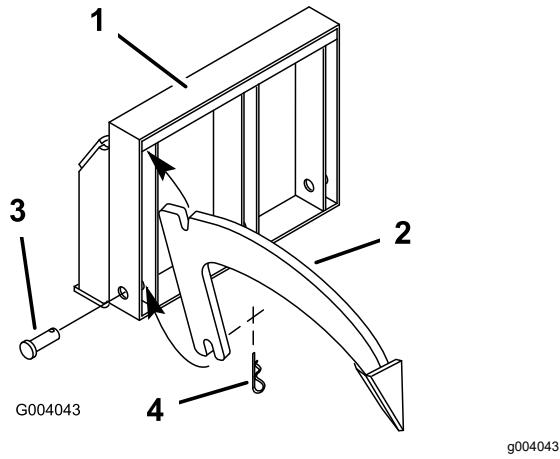

Bild 3
1. Schieben Sie die Einkerbung auf der Oberseite des Anbaugeräts in eine der drei Anbaupositionen der oberen Leiste ein (Bild 3).
2. Schwenken Sie die Unterseite des Anbaugeräts in den Rahmen und sichern Sie es mit einem Lastösenbolzen (Bild 3).
3. Sichern Sie den Bolzen mit einem Splint (Bild 3).